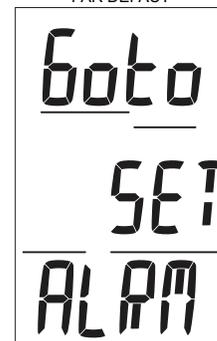

Fig. 19 - Écran d'accès au réglage des alarmes
**Écran d'accès au réglage des alarmes** : paramètres affichés (Fig. 19)